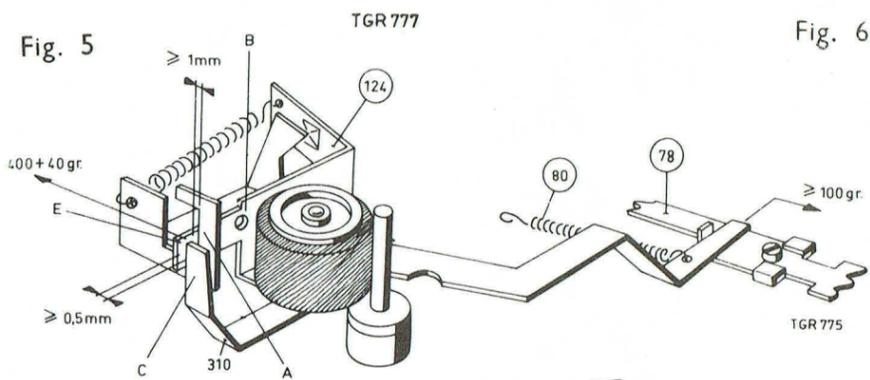

Fig. 9
Ajustage du bloc du galet presseur (figure 9).
Le ressort d'équerre d'attente pos. 80 doit encore avoir, dans la position d'arrêt, une force résiduelle de 100 g au moins, mesurée sur le point A. Remplacer le ressort, lorsque cette force est inférieure à 100 g, fig. 9.